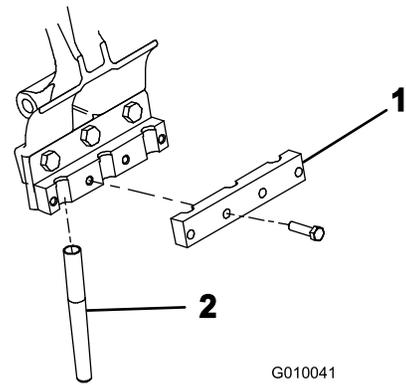

図 24
5. 各タインホルダーにタインクランプを仮止めする 3/8 x 1-1/2 in ボルト 4本を使用する【図 24】。この時点ではまた本締めしないこと。